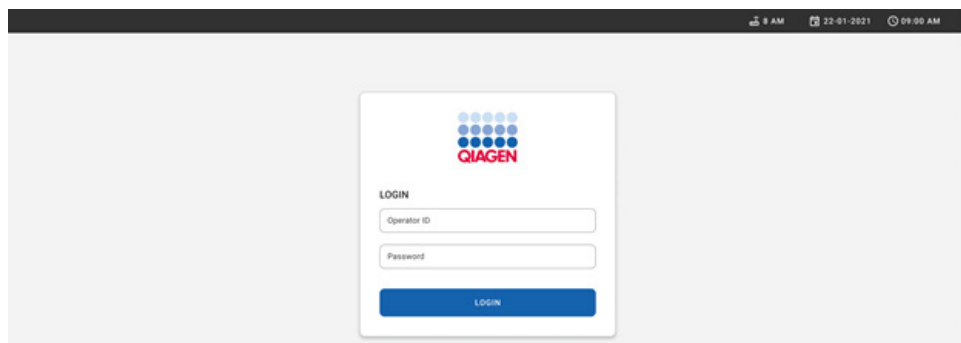

Figura 15. Tela Login
3. Efetue o login no sistema quando a tela Login aparecer (Figura 15).